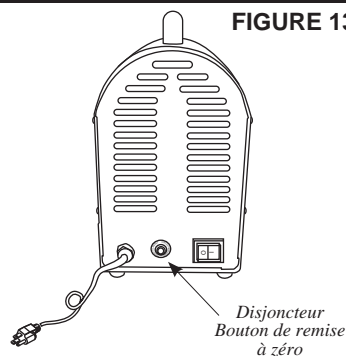

FIGURE 13
2. Appuyer sur le **bouton de remise à zéro du disjoncteur** (Figure 13).